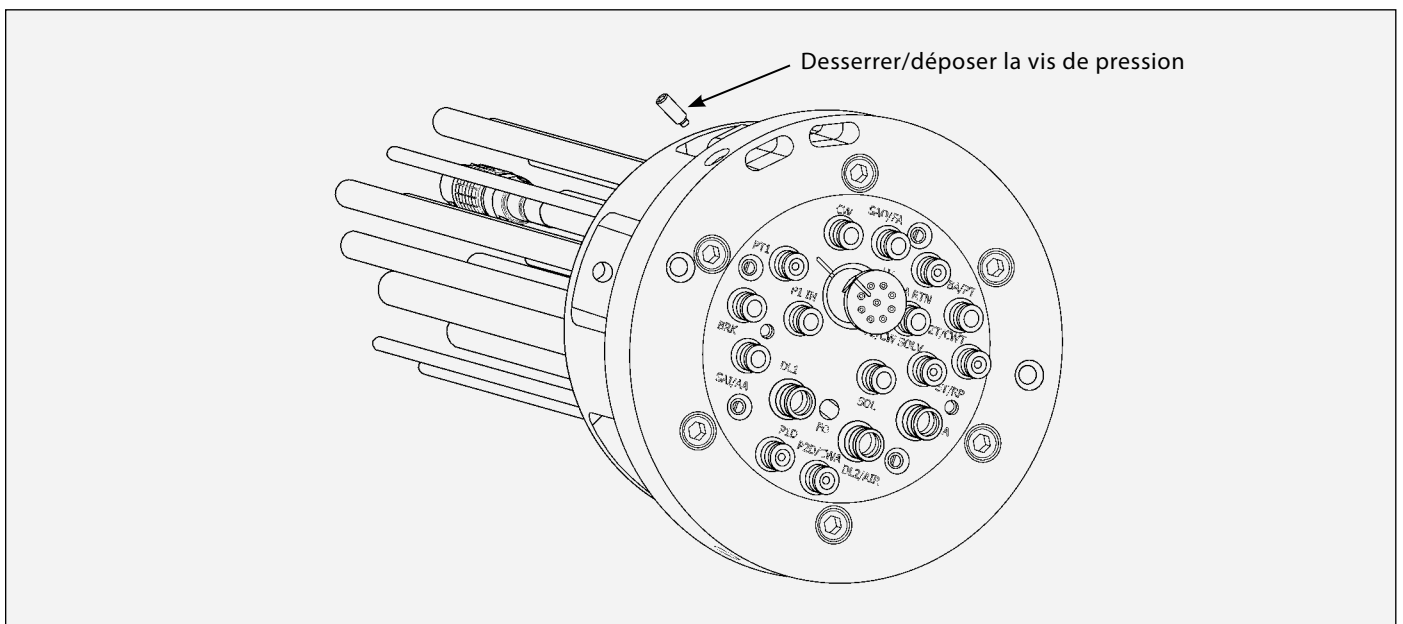

Figure 18 : Dépose du câble basse tension
Retrait du câble basse tension (Voir la Figure 18)
3. À l'aide d'une clé hexagonale 3/16 po (4,8 mm), retirer la vis de réglage [2] (**Voir Figure 18**).